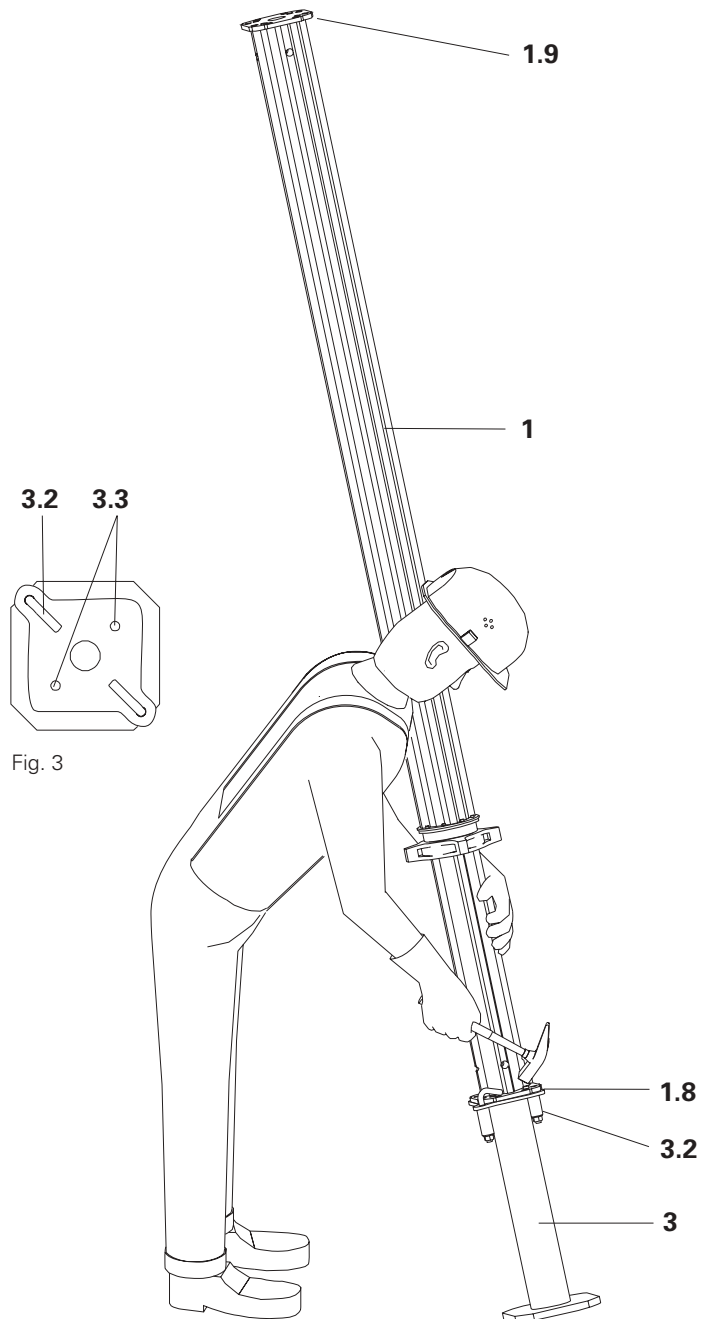

Fig. 4
3. Slå klemmekloen **3.2** ind over støttens fodplade resp. topplade med en hammer. Fig. 4